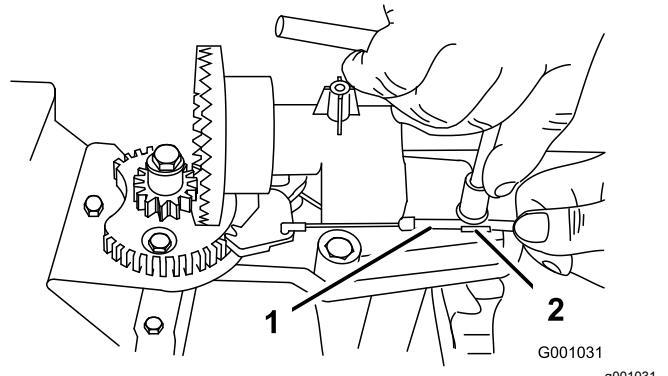
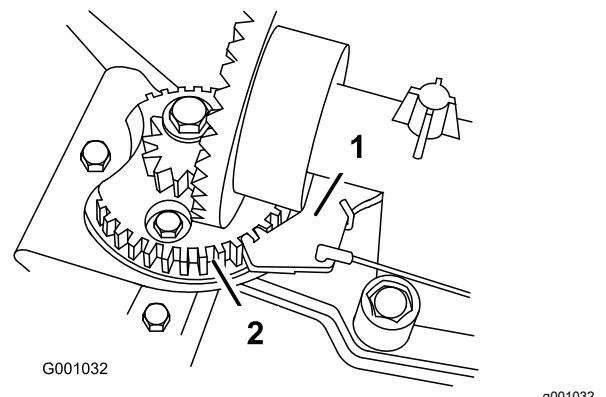

Figure 40
Figure 41
2. Desserrez le boulon du serre-câble (Figure 40).
3. Saisissez la gaine du câble et déplacez-la vers l'avant de la machine jusqu'à ce que le cliquet de verrouillage de la goulotte d'éjection s'engage complètement dans les dents du secteur (Figure 40 et Figure 41).
Remarque: Le cliquet est rappelé par ressort et s'engage naturellement dans les dents du secteur (Figure 41).